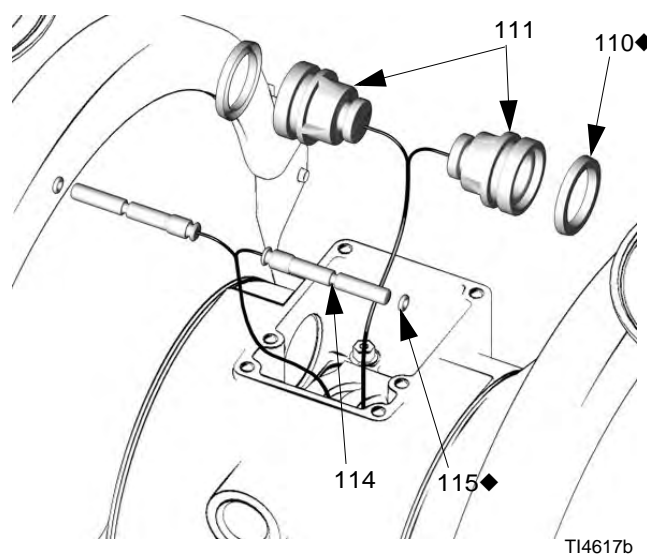

FIG. 10
3. Installare un O-ring (115) su ciascuno perno di guida (114). Ingrassare i perni e gli O-ring. Inserire i perni nei cuscinetti con il lato **stretto** per primo. Vedere FIG. 10.
4. Installare una guarnizione a U (110) su ciascun pistone degli attuatori (111), in modo che i labbri sulla superficie delle guarnizioni siano rivolti verso la parte **stretta** dei pistoni. Vedere FIG. 10.
5. Lubrificare le guarnizioni a U (110) e i pistoni degli attuatori (111). Inserire i pistoni dell'attuatore nei cuscinetti, con il lato **largo** per primo. Lasciare l'estremità stretta dei pistoni esposta. Vedere FIG. 10.